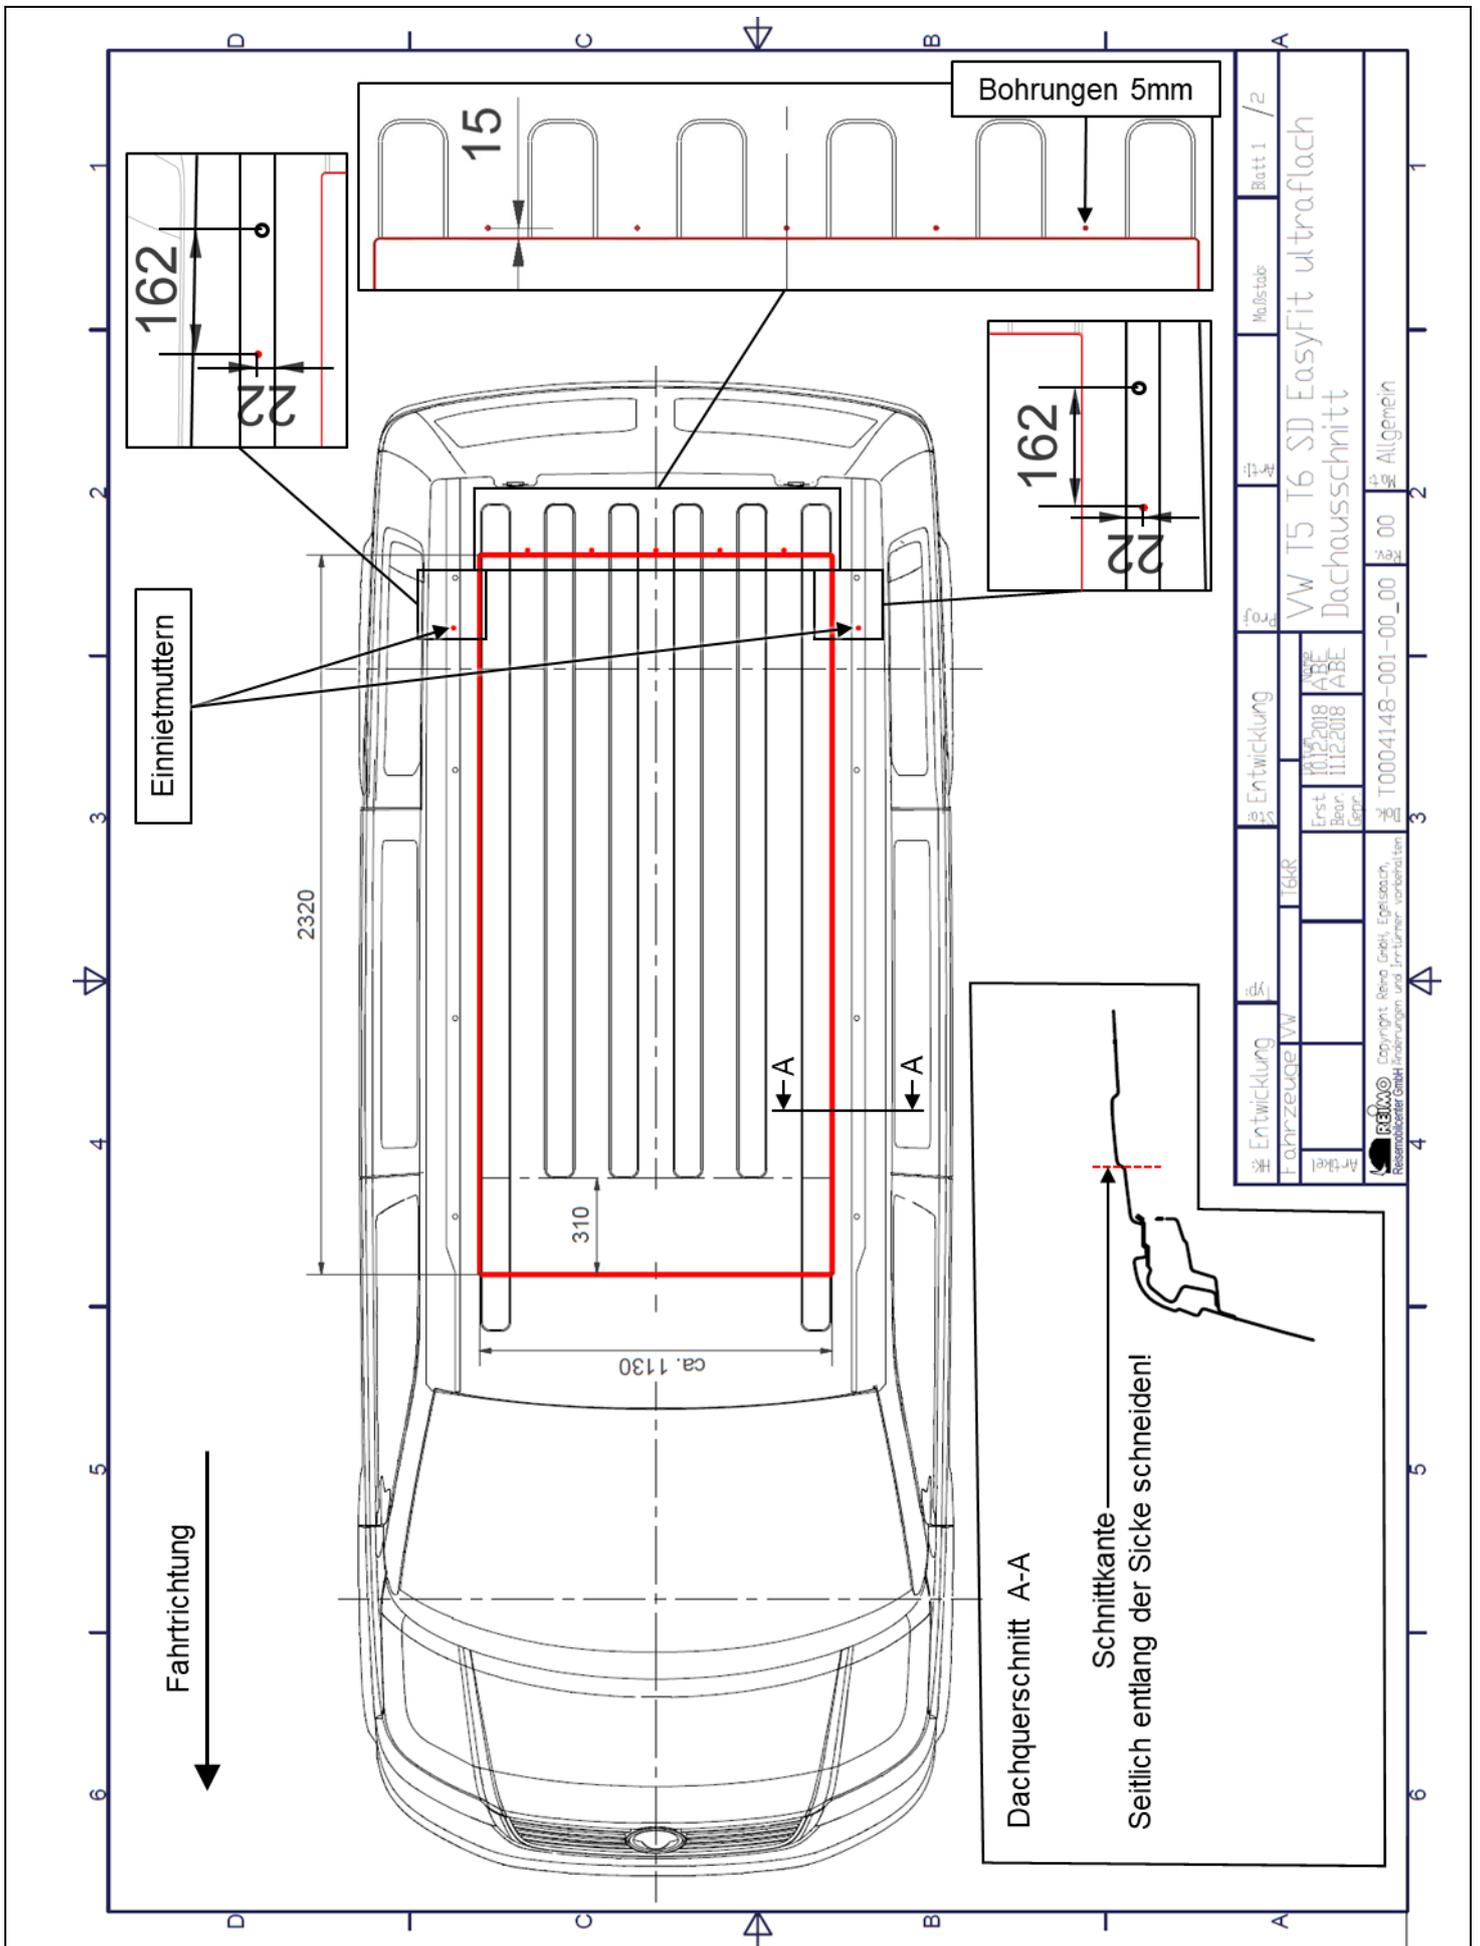

Abb. 2-1: Dachausschnitt
- Nach beiliegender Zeichnung (s. Abb. 2-1) die Maße auf das Fahrzeugdach anzeichnen und überprüfen.